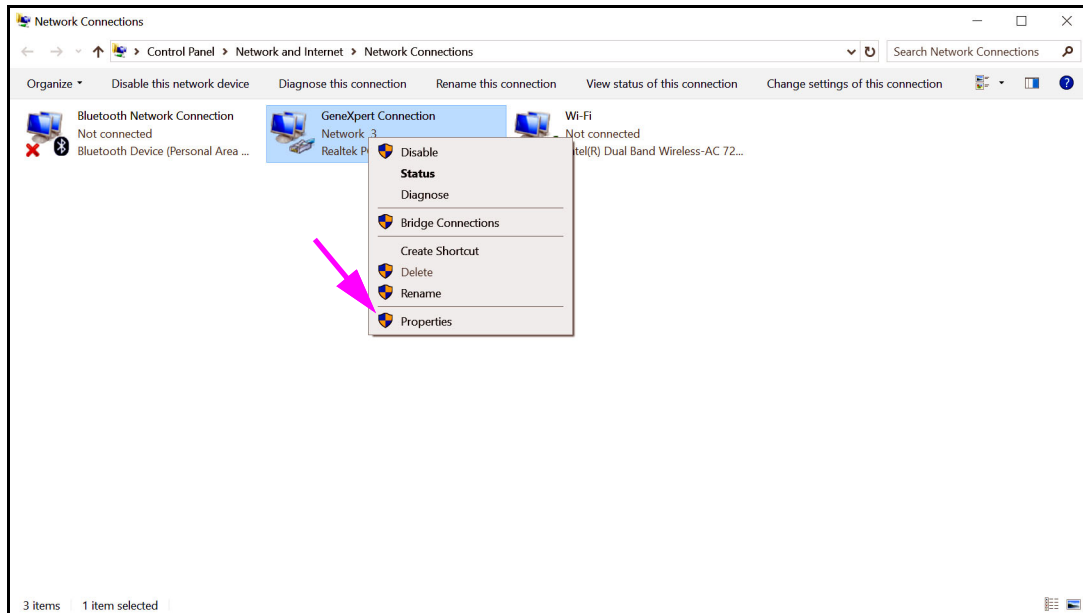

Figura 2-47. Ecranul Conexiuni în rețea cu meniu vertical
6. Faceți clic dreapta pe intrarea **Conexiune GeneXpert (GeneXpert Connection)**. Apare un meniu vertical. Consultați Figura 2-47.